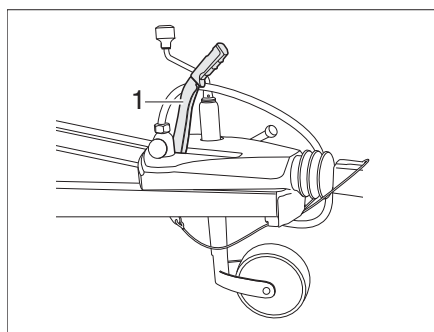

Fig. 14 Freno de retención
- Para soltar la palanca de freno (Fig. 14,1) empujarla hacia arriba y luego bajarla.